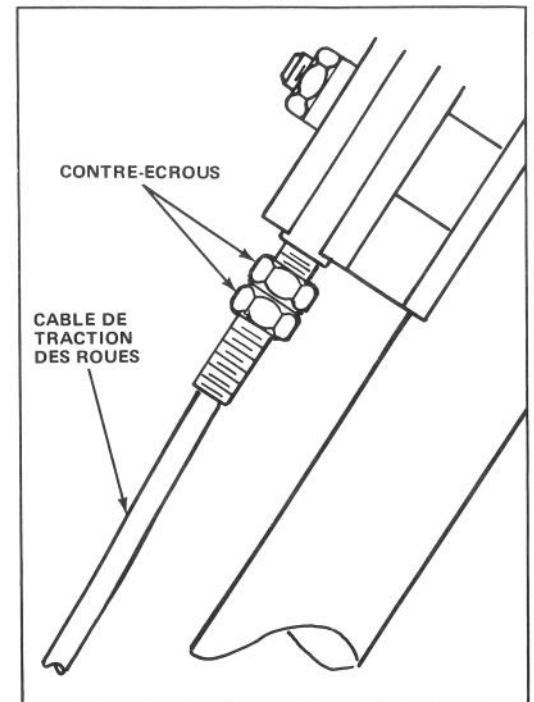

Figure 19
2. Desserrez le contre-écrou inférieur sur le câble de traction des roues (Fig. 19).